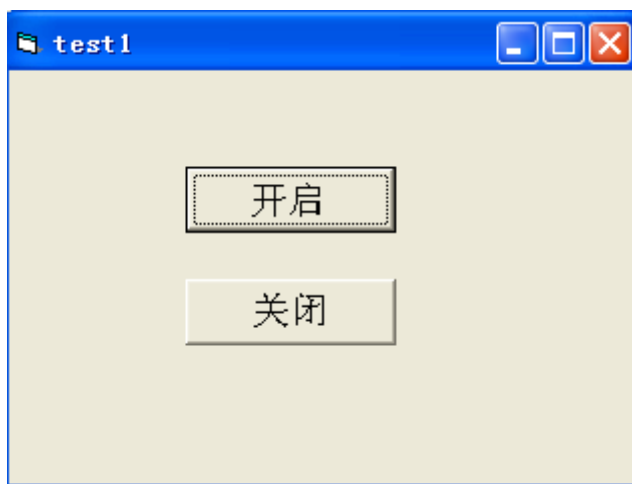

图6-6 程序运行界面
(8) 运行编好的程序，按下“开启”按钮，IOC-0640/1280 的第一个输出口将输出一个 OUPUT 信号；之后可以按下“关闭”按钮关闭 IOC-0640/1280 的第一个输出口信号的输出。程序界面如图 6-6 所示：